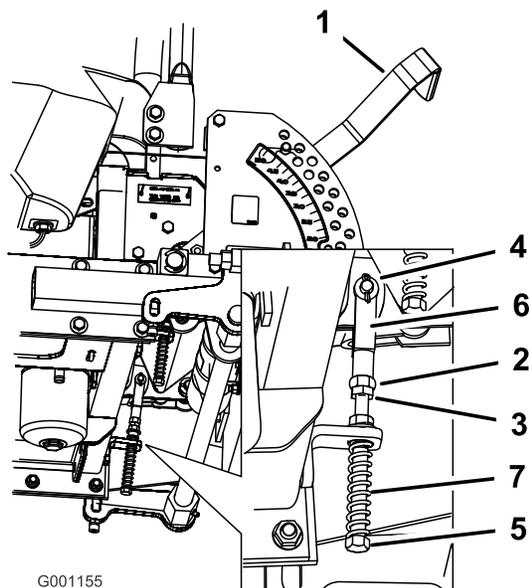

Figura 90
8. Se occorre regolare, allentate il dado e il controdado contro la forcella (Figura 90).
9. Premendo leggermente indietro la leva di controllo del movimento, girate la testa del bullone di regolazione nella direzione opportuna finché la leva di controllo non si trova al centro, in posizione di BLOCCO IN FOLLE (Figura 90).
10. Serrate il dado e il controdado (Figura 90).